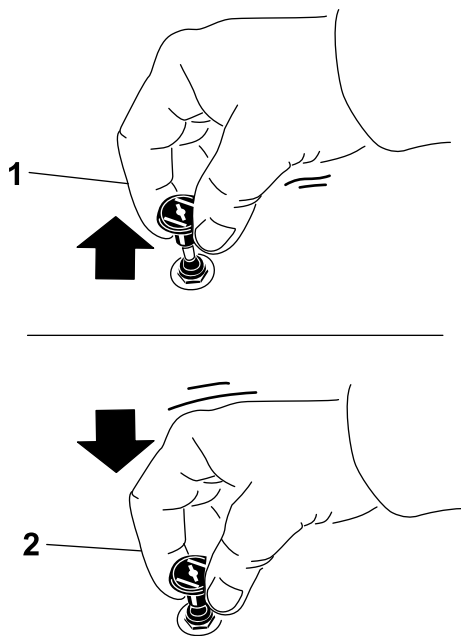

図 19
1. チョークのノブを引き出すとチョークがセットされるのでその後にエンジンを始動する(図 19)。
2. エンジンが始動したらチョークを押し込んでチョークを解除する 図 19。